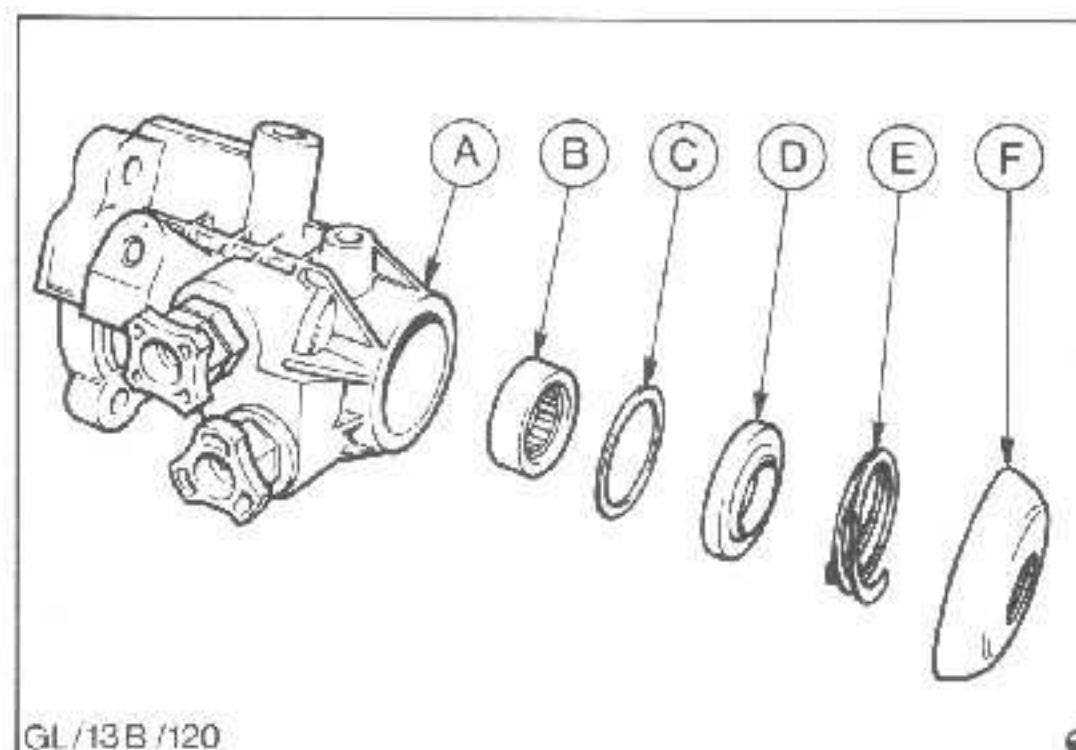

Abb.32 Steuerventilgehäuse
14. Sicherungsklip vom Steuerventilgehäuse entfernen und Ritzellagerdichtung ausbauen, Abb.32.